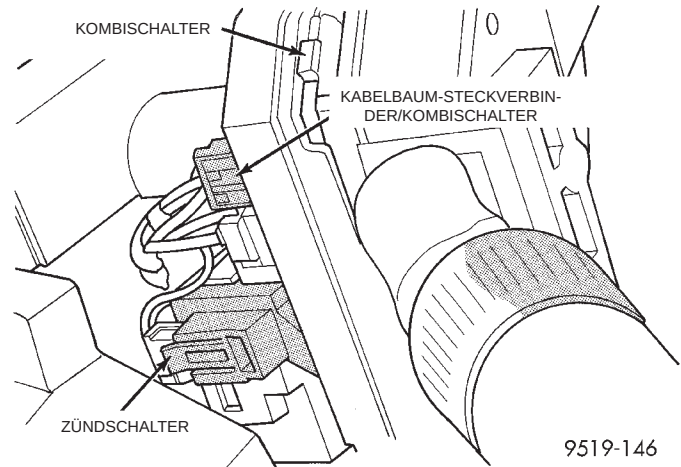
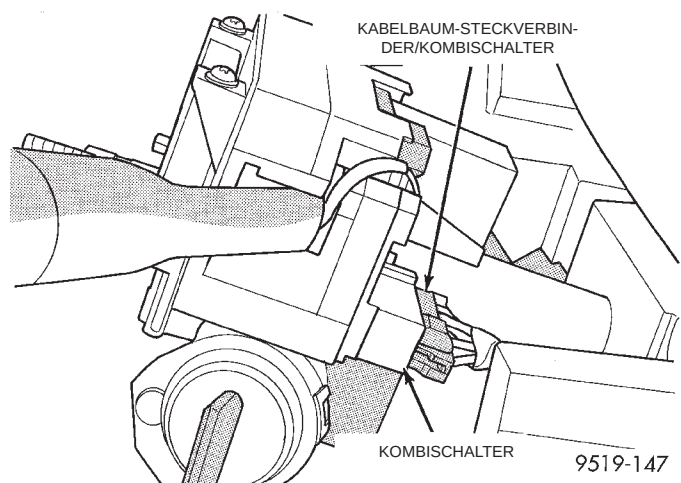

**Abb. 17 Kabelbaum-Steckverbinder am Zündschalter und am Kombischalter**
**Abb. 18 Kabelbaum-Steckverbinder am Kombischalter**
(23) Mehrpoligen und zweipoligen Kabelbaum-Steckverbinder von der Rückseite des Zündschalters abziehen (Abb. 17). Dann die beiden Kabelbaum-Steckverbinder vom Kombischalter abziehen (Abb. 17) und (Abb. 18).
(7) Mehrpoligen und zweipoligen Kabelbaum-Steckverbinder an der Rückseite des Zündschalters anschließen (Abb. 17). Dann die beiden Kabelbaum-Steckverbinder am Kombischalter anschließen (Abb. 17) und (Abb. 18).